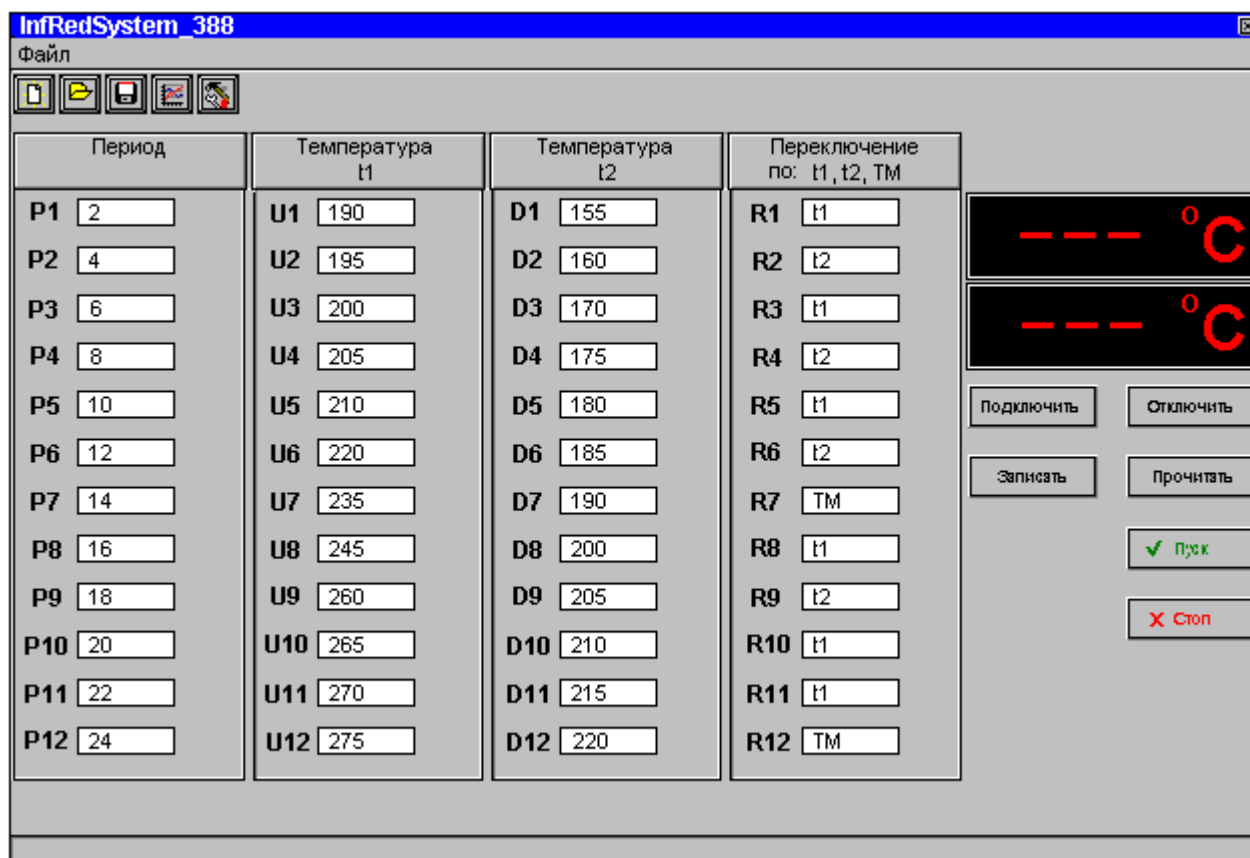

Рис.1 Вид главного окна программы.
**Например:** (согласно Рис.1) P1 равно «2» - означает окончание первого периода (P1) по истечению двух минут с момента старта выполнения программы. \* 1.4
Согласно Рис.1 – длительность выполнения всей программы составляет двадцать четыре минуты (P12 = 24). \* 1.4
В примере «рабочей программы» на Рис.1 каждый из двенадцати периодов имеет длительность две минуты.
**Например:** (согласно Рис.1) **U1** равно 190 °С – заданная температура для верхнего нагревателя в первом периоде **P1**, которой он (нагреватель) должен достичь и поддерживать в точке расположения термопары («Термопара 1») на протяжении первого периода. \* 1.4 **U2** равно 195 °С для второго периода (**P2**), **U12** равно 275 °С для двенадцатого периода (**P12**) соответственно (Рис.1).
**Например:** (согласно Рис.1) **D1** равно 155 °С – заданная температура для нижнего нагревателя в первом периоде **P1**, которой он (нагреватель) должен достичь и поддерживать в точке расположения термопары («Термопара 2») на протяжении первого периода. \* 1.4
**Например:** (согласно Рис.1) для первого периода (**P1**) задано значение **R1** - «t1» что означает – переключение на второй период (**P2**) произойдет при достижении верхним нагревателем значения **U1** - 190°С. При этом параметры «Период» в, данном случае (**P1**) и «Температура t2», данном случае (**D1**), будут проигнорированы. Исключением является ситуация когда, по каким то причинам, заданная температура не была достигнута, в данном случае **U1** - 190°С, за время заданное в **P1**, в таком случае переключение произойдет по параметру **P1** - в данном случае по истечению двух минут.
Если **IRS 3880** (паяльная станция) отключена от программы, на индикаторах температур отображаются три тире (смотри Рис.1).
Кнопка «Отключить» предназначена для отключения программы от **IRS 3880** (паяльной станции). При отключении в левом нижнем углу «главного окна программы» высвечивается «Отключено», на индикаторах температур отображаются три тире (смотри Рис.1).